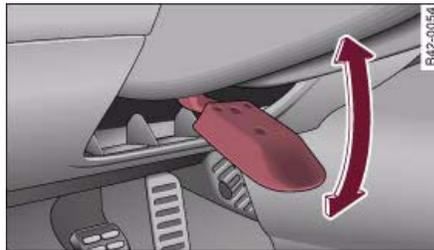

Fig. 71 Lever beneath steering column
- Push the lever ⇒ fig. 71 down ⇒ ⚠.